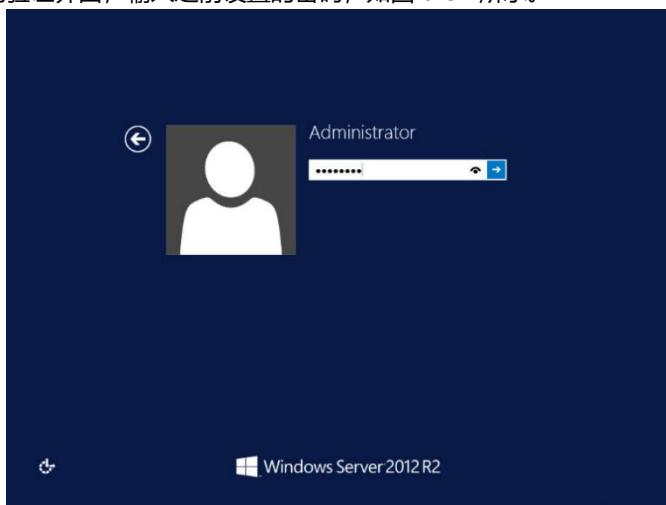

图 6-37
- s. 进入密码验证界面，输入之前设置的密码，如图 6-37 所示。